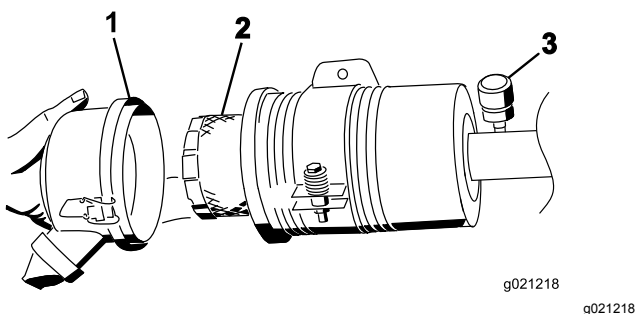

Рисунок 73
- Снимите и замените фильтр (Рисунок 73).